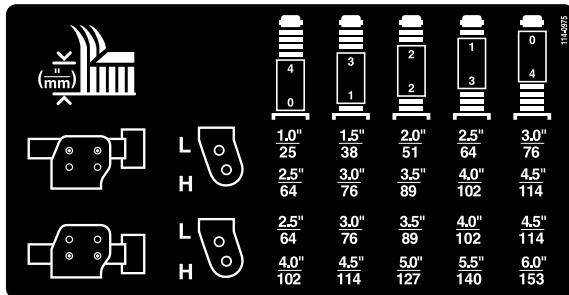

Figura 28
- 2. Coloque los ejes de las ruedas giratorias en el mismo taladro en todas las horquillas. Consulte en la tabla (Figura 28) los taladros correctos para cada altura.